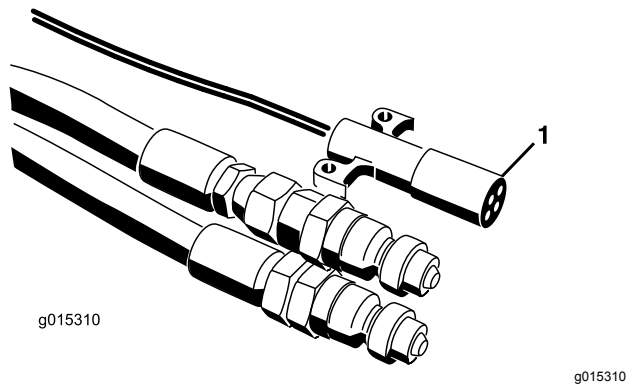
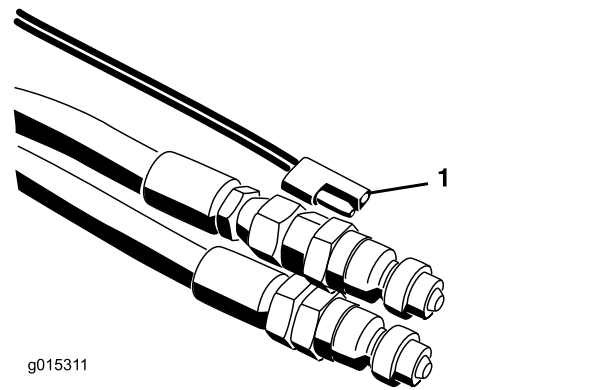

Figura 21
Figura 22
7. Conecte el arnés de alimentación al vehículo de remolque (Figura 21 y Figura 22). En los modelos SH, coloque el mando suspendido de encendido/apagado al alcance del asiento del conductor. Asegúrese de que el interruptor está Desactivado.